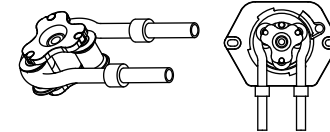

图2
- 将软管套在3个滚轮上方，放入到泵头前盖中，注意滚轮盘方向应与图示一致，此示意图软管固定方式为管套固定，管夹固定方式的与此相同，图示如下图2